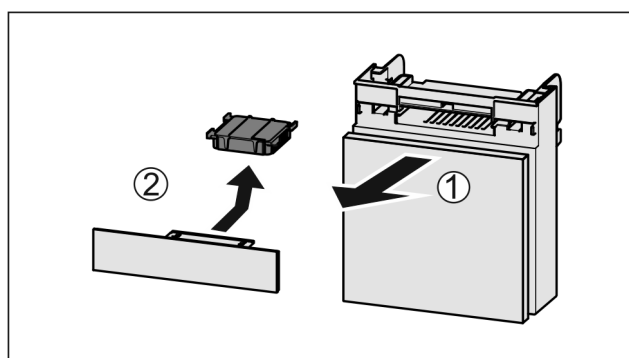

Fig. 34
- ▶ Издърпайте Fig. 34 (1) напред отделението.
- ▶ Извадете Fig. 34 (2) филтъра с активен въглен.